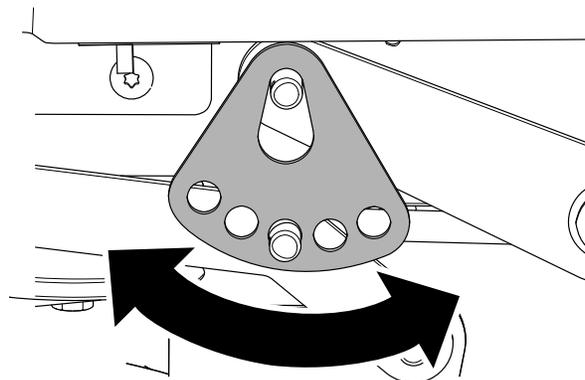

Bild 67
7. Drehen Sie die Schnittflächenplatte in ein anderes Loch, so dass sie das Gewicht des Mähwerks nach der Montage der Platte trägt (Bild 67).
8. Montieren Sie die Unterlegscheibe und den Splint (Bild 67).